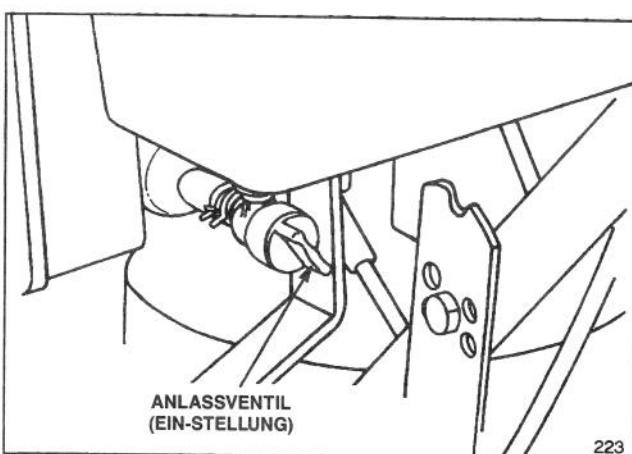
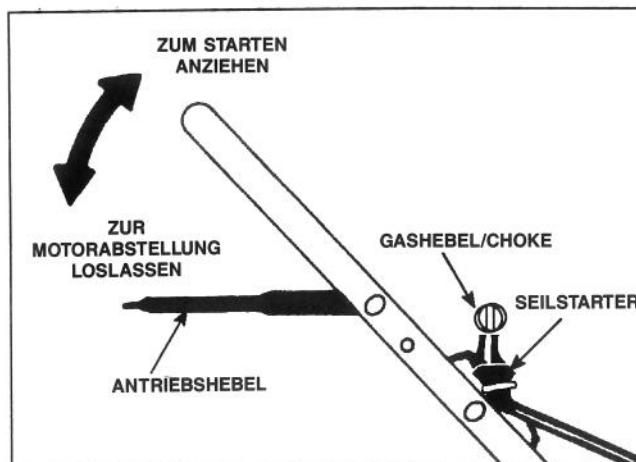
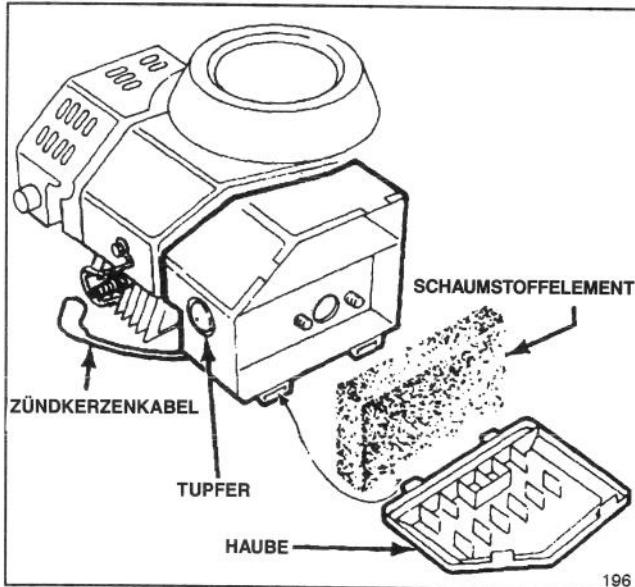

Abbildung 6
Abbildung 7
Abbildung 10
3. Anlaßventil auf EIN stellen (Abb. 6).
1. BEDIENUNGSELEMENTE (Abb. 7)—Gashebel/Choke, Antriebshebel und Seilstarter befinden sich auf der oberen Schiebestange.
2. MOTORSTART—Zündkabel auf die Zündkerze stecken (Abb. 10). Gashebel (Abb. 6) auf CHOKE stellen. Den Daumen auf das Loch in der Mitte des Tupfers setzen und ein Mal drücken (Abb. 10). Antriebshebel gegen Schiebestange halten. Seilstarter betätigen (Abb. 7) bis Motor anspricht, dann kräftig ziehen, bis Motor anspringt. Gas bei laufendem Motor wunschgemäß regulieren.
3. ABSTELLEN DES MOTORS (Abb. 7)—Antriebshebel loslassen und hinter der Schiebestange stehenbleiben, bis Motor und Messer still stehen. Kabel aus der Zündkerze herausziehen, wenn der Mäher nicht beaufsichtigt oder benutzt wird.
1. Stellen Sie den Motor ab und ziehen Sie das Zündkabel aus der Zündkerze (Abb. 10).
2. Streifen an der Oberseite der Luftfilterhaube anheben und Haube abheben. Haube sorgfältig säubern (Abb. 10).
3. Falls die Außenseite des Schaumstoffelements schmutzig ist, vom Luftfiltergehäuse entfernen (Abb. 10). Sorgfältig säubern.
1. Den Motor abstellen und das Zündkabel aus der Zündkerze ziehen (Abb. 10).
1. Motor abstellen und Zündkabel aus der Zündkerze ziehen (Abb. 10).
1. Motor abstellen und Kabel aus der Zündkerze ziehen (Abb. 10).